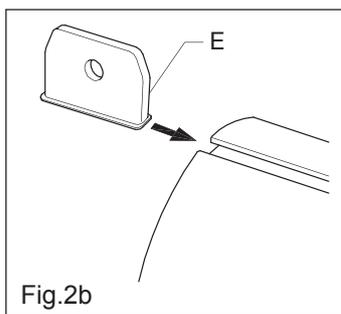

Fig.2b
- Inserire le staffe in PA6 [E] (in dotazione con l'accessorio), facendole scorrere nel canale presente sulla parte superiore del modulo (fig. 2b).